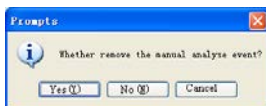

Figura 5-4-7
5. Cliccare su "Rianalizzare"; apparirà la finestra di dialogo come in Figura 5-4-7, cliccare su "OK", verranno rimossi i vecchi dati e rianalizzati; cliccare "No" per rianalizzare, ma senza rimuovere i dati di analisi del manuale; cliccare su "Annulla" per annullare l'operazione di rianalisi.